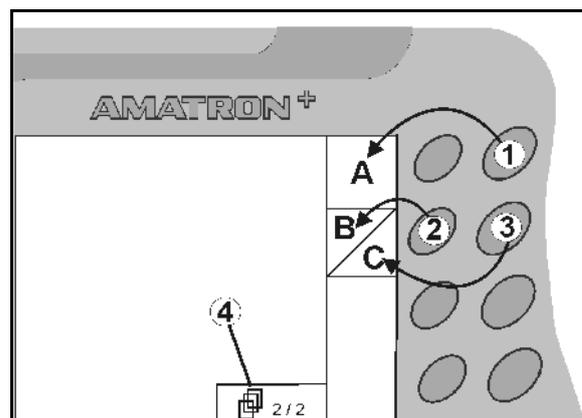

Рис. 7
- Для отображаемых на дисплее квадратных полей назначена только правая кнопка (Рис. 7/1, Рис. 7/A).
- левая кнопка (Рис. 7/2) относится к верхней левой части поля (Рис. 7/B).
- правая кнопка (Рис. 7/3) относится к нижней правой части поля (Рис. 7/C).
<ul style="list-style-type: none"> • Переход к следующим пунктам данного меню (возможен только при появлении на дисплее символа (Рис. 7/4)).